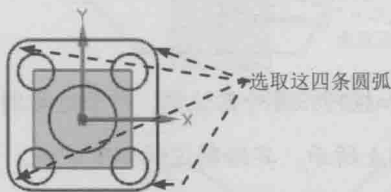
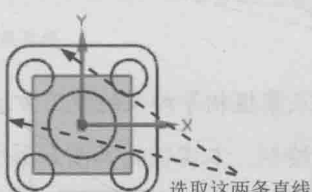

图 1.4.8 等半径约束
图 1.4.9 等长约束
Step5. 添加几何约束。单击“约束”按钮 ,根据系统 **选择要约束的对象** 的提示,单击  按钮,选取图 1.4.8 所示的四条圆弧(两两进行约束),在圆弧之间添加“等半径”约束;单击“约束”按钮 ,根据系统 **选择要约束的对象** 的提示,单击  按钮,选取图 1.4.9 所示的两